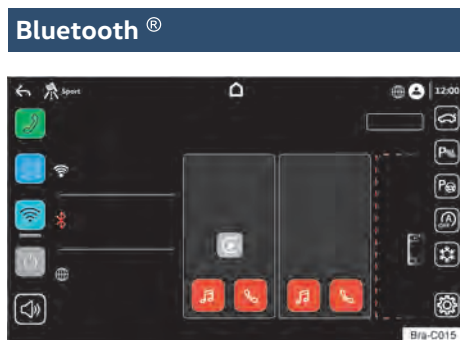

Fig. 138 Conectar vía Bluetooth.
- *Dependiendo de la versión de la radio*, se pueden conectar 2 dispositivos simultáneamente. Para establecer la función del dispositivo, seleccione la tecla teléfono para usar las funciones del teléfono y seleccione la tecla medios para usar las funciones de medios → fig. 138.